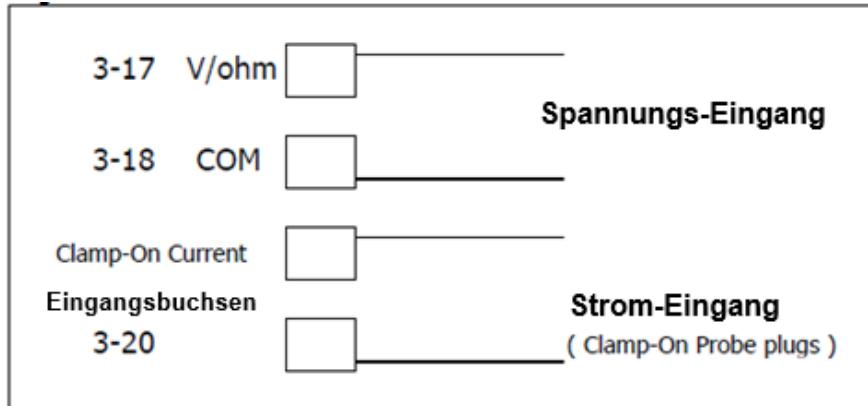

Fig.4
- 1) Connecter les câbles selon le schéma suivant (voir fig. 4)